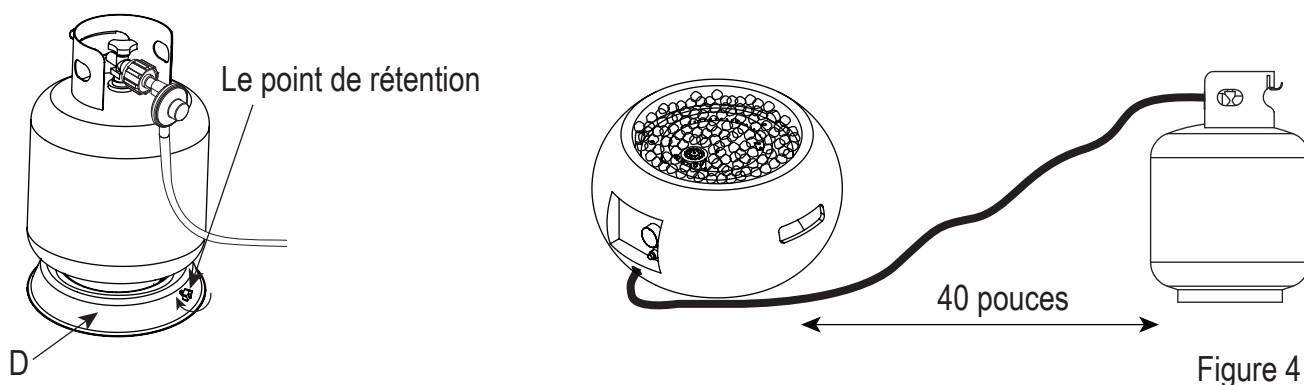

Figure 4
4. Fixez la bouteille en serrant dans le sens des aiguilles d'une montre le point de rétention situé sur le siège du réservoir (D) (voir la figure 4), de sorte que la bouteille ne puisse pas bouger d'un côté à l'autre ou tomber.